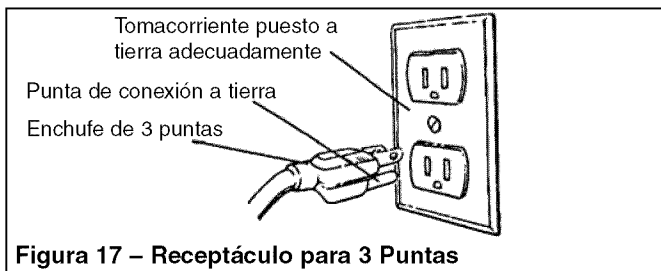

Figura 17 – Receptáculo para 3 Puntas
- El enchufe de conexión a tierra debe conectarse directamente a un receptáculo para 3 puntas instalado y conectado debidamente a tierra, tal como se muestra en la Figura 17.